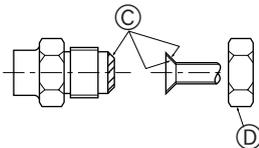

Fig. 4-1
4.2. Tubos de conexión (Fig. 4-1)
- Aplique una capa delgada de aceite refrigerante a la superficie tubo y de la junta de asiento antes de apretar la tuerca de abocardado. ①
- Utilice dos llaves de apriete para apretar las conexiones de los tubos. ②
- Aplique aceite refrigerante para máquinas en toda la superficie abocardada. ③
- Utilice las tuercas abocardadas para el siguiente tamaño de tubería. ④
① (Fig. 4-1)
② (Fig. 4-1)